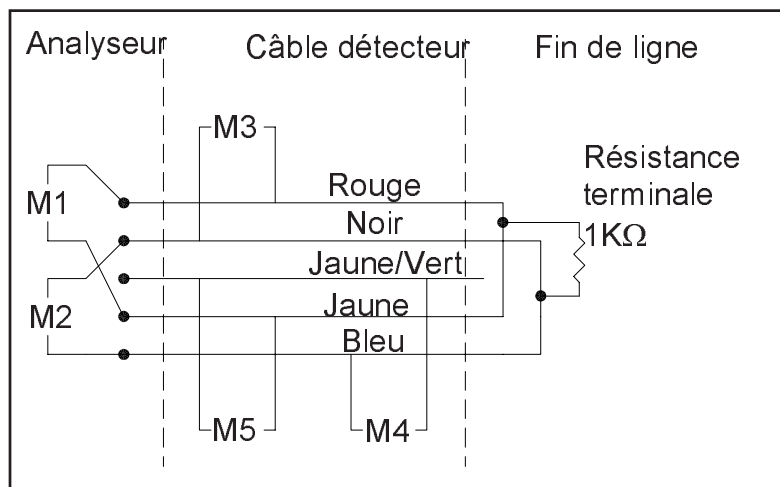

Figure 26
1. Réglez le multimètre sur le calibre 200Ω . Du côté de l'analyseur, mesurez la résistance de la boucle formée par les fils rouge et jaune (M1, figure 26) et notez la valeur.
2. A nouveau du côté de l'analyseur, mesurez la résistance de la boucle formée par les fils noir et bleu (M2, figure 26) et notez la valeur.
5. Mesurez la résistance, au niveau de l'analyseur, entre le fil rouge et le fil noir (M3, Figure 26). Le résultat doit être 1 KO plus la valeur moyenne de la résistance mesurée dans les étapes 1 et 2.
6. Choisissez le calibre 2000 KO et vérifiez que la résistance entre le fil de terre jaune/vert et le fil jaune est supérieure à 1 MO (M5, Figure 26). Répétez ce test pour vérifier qu'il n'y a pas de perte entre le fil de terre et le fil bleu (M4, Figure 26).